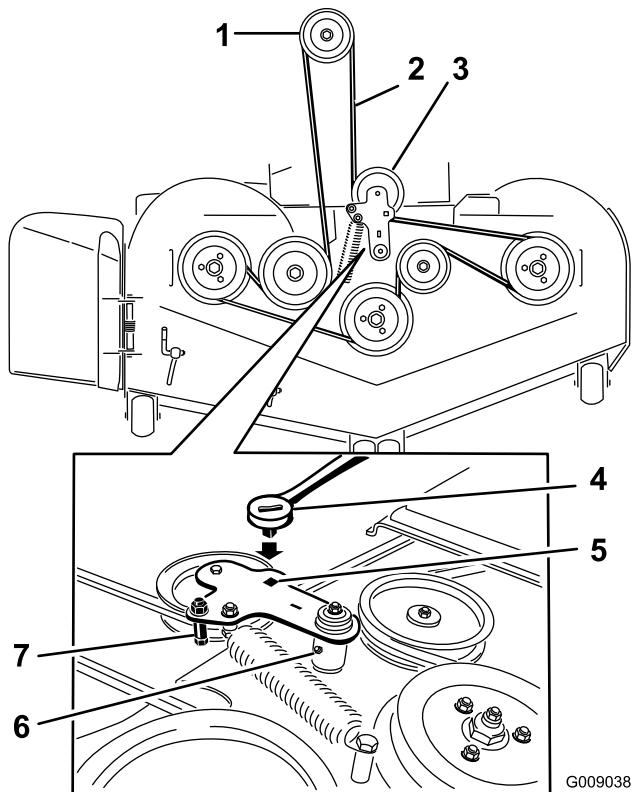

図 56
(図 56)。
- 図 56 にあるように、スプリング付きのアイドラーについているベルトガイドを取り外す。
- 新しいベルトをデッキのプーリ、およびエンジン下のプーリに取り付ける (図 56)。
10. 図 56 にあるように、ベルトガイドを取り付ける。
11. 四角い穴にラチェットを差し込んで、アイド拉斯プリングを取り付ける (図 56)。